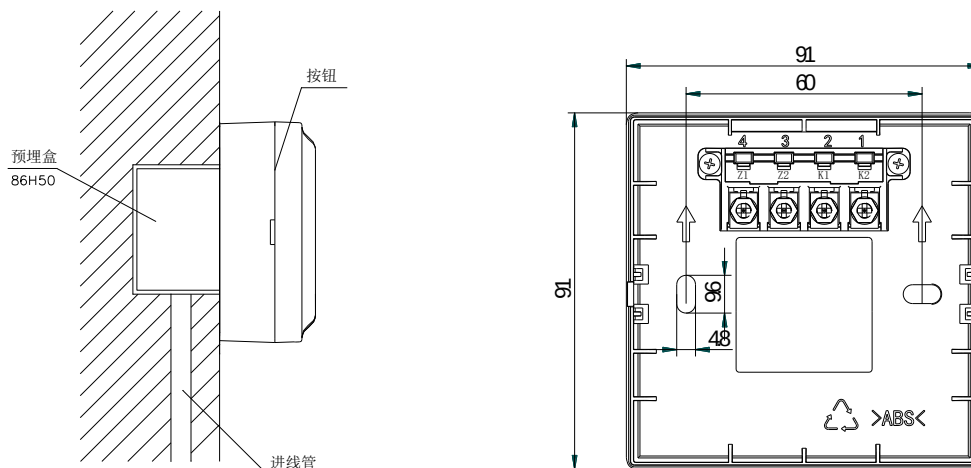

图 2 安装方式及安装尺寸
2. 消火栓按钮采用预埋盒安装方式，安装孔距为 60mm。进线时只需拔下消火栓按钮主体，从底座的进线孔中穿入电缆并接在相应端子上，再插好消火栓按钮主体即可（如图 2）；